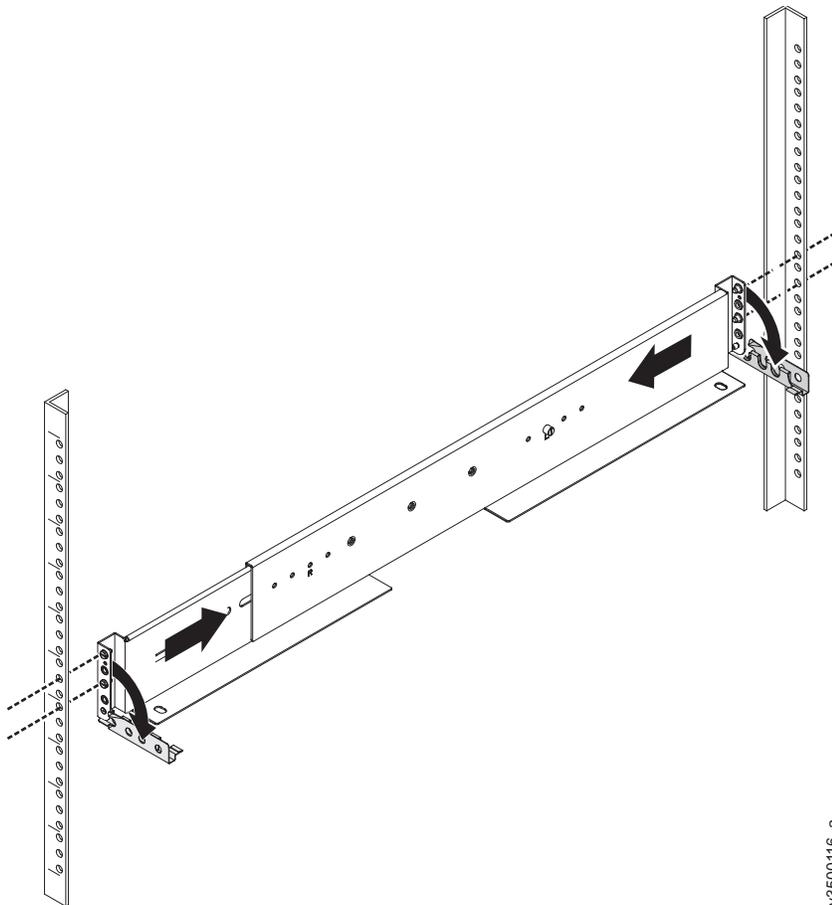

Figura 114. Comprimindo o Trilho para Remover do Rack
11. Comprima o trilho contra a sua mola para encurtá-lo e, em seguida, remova-o de dentro do rack (Figura 114 na página 392).
12. Repita as etapas 9 na página 390 to Figura 114 no trilho de suporte direito.